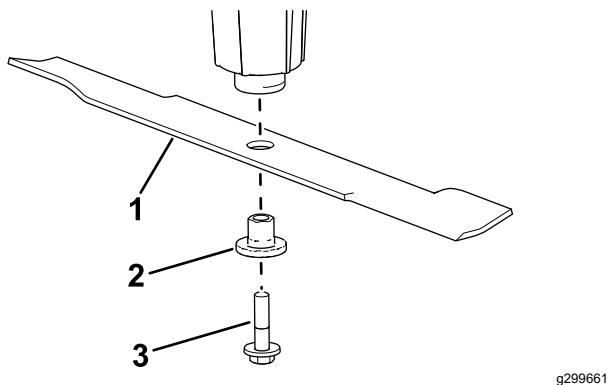

Figura 24
4. Retire el perno de la cuchilla, el casquillo y la cuchilla del eje (Figura 24).